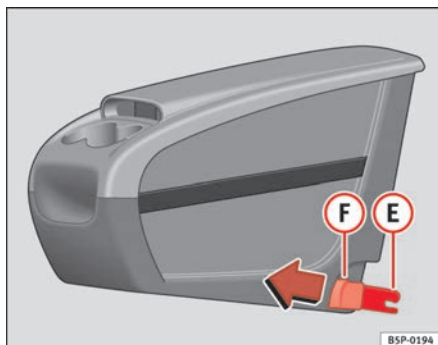
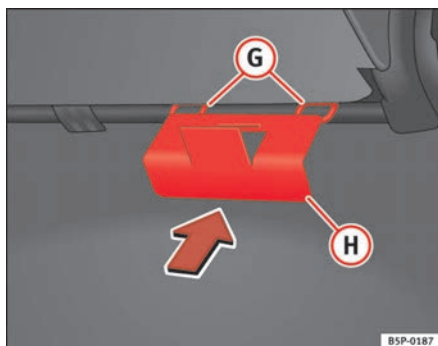

Abb. 111 Zusätzliche Ablage. Anbringen
Abb. 112 Halteplatte der zusätzlichen Ablage
- Die Halteplatte (H) ⇒ Abb. 112 der zusätzlichen Ablage vom Fahrzeuginnern aus auf der Rückseite des Sitzes befestigen. Sie muss sich zwischen der Lehne und dem Sitzkissen im Bereich des mittleren Rücksitzes befinden.
- Die beiden Befestigungselemente (E) ⇒ Abb. 111 zu den beiden Befestigungsringen (G) ⇒ Abb. 112 ausrichten und die beiden Klammern vollständig in die Befestigungsringe eindrücken.
- An den Knöpfen ⇒ Abb. 111 (F) der Klammern nach vorne ziehen (rote Knöpfe), bis sie hörbar ausgehängt sind.